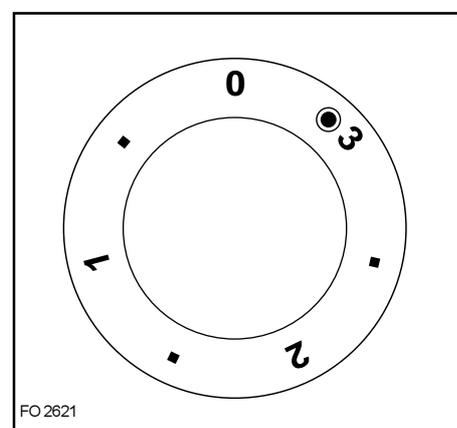

Fig. 3
- C) Fig. 3: Zone de cuisson à double circuit: cette zone a deux éléments chauffants.
- Pour brancher les deux éléments chauffants, mettre le bouton sur la position max (3) et le retourner ensuite jusqu'à ce qu'il atteigne approximativement le symbole «O». Vous entendrez un «clic» et la zone supérieure sera ainsi sous tension. Repositionner ensuite le bouton sur l'intensité désirée. Les deux éléments fonctionneront maintenant simultanément, produisant une intensité de chauffe supérieure à celle d'une zone de cuisson ordinaire.